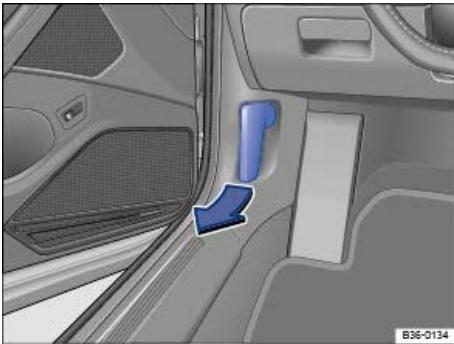

Abb. 258 Im Fußraum auf der Fahrerseite: Entriegelungshebel für die Motorraumklappe.
- Fahrertür öffnen und Entriegelungshebel in Pfeilrichtung ziehen ⇒ Abb. 258 . Die Motorraumklappe springt durch Federkraft aus der Verriegelung des Schlossträgers ⇒  .